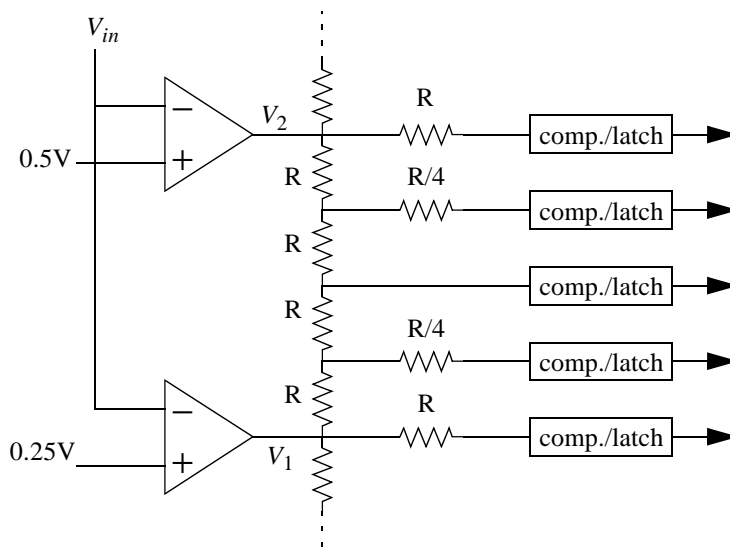

Figura 6: Añadiendo resistencias en serie para equalizar los retrasos en los comparadores-latches.
3.16) Mostrar que el circuito mostrado en la Figura 6 correspondiente a un convertidor A/D plegado tiene todas las constantes de tiempo iguales si cada latch posee la misma capacidad de entrada y la impedancia de salida del amplificador es nula.